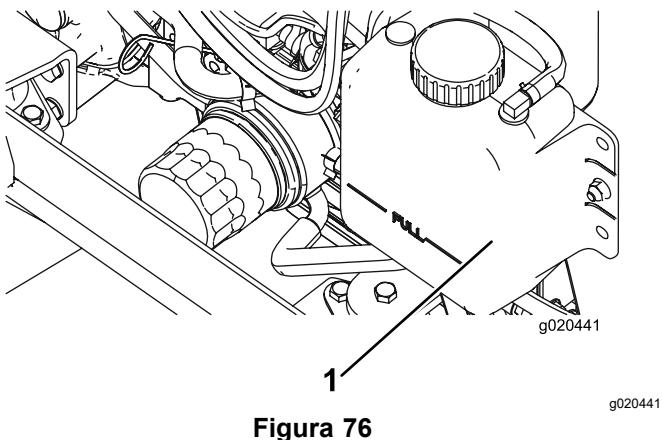

Figura 76
1. Togliete con cautela il tappo del radiatore e il tappo del serbatoio di espansione (Figura 76).